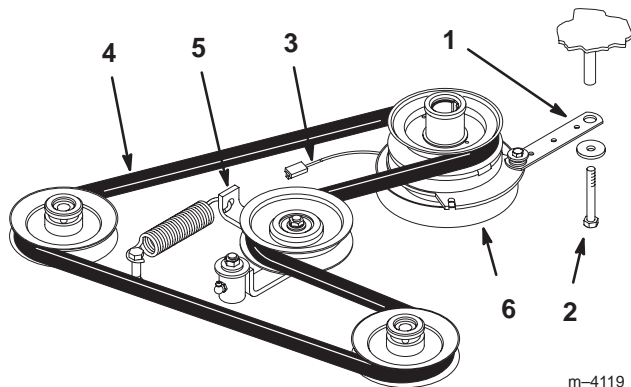

Figure 62
2. Enlevez le boulon de la barrette de l'embrayage et débranchez le fil de l'embrayage électrique (Fig. 62).
3. Ecartez la poulie rappelée par ressort. Déposez la courroie de transmission des poulies du moteur et de la pompe hydraulique (Fig. 62).
4. Installez la courroie neuve sur les poulies du moteur et de la pompe hydraulique (Fig. 62).
5. Ecartez la poulie rappelée par ressort, alignez la courroie, puis relâchez-la (Fig. 62).